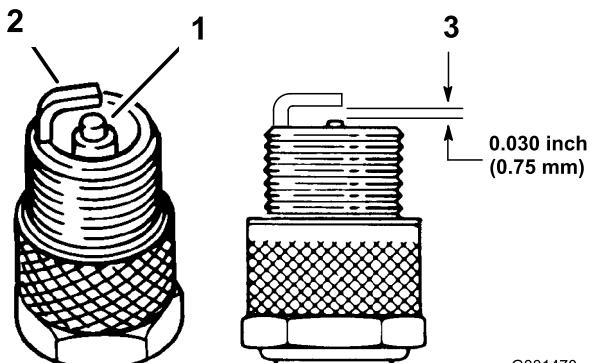

Figura 26
3. Conecte los cables a las bujías (Figura 26).
1. Mire la parte central de las bujías (Figura 26). Si se observa un color gris o marrón claro en el aislante, el motor está funcionando correctamente. Si el aislante aparece de color negro, significa que el limpiador de aire está sucio.
3. Compruebe la separación entre los electrodos central y lateral (Figura 26). Si la distancia no es correcta, doble el electrodo lateral (Figura 26).